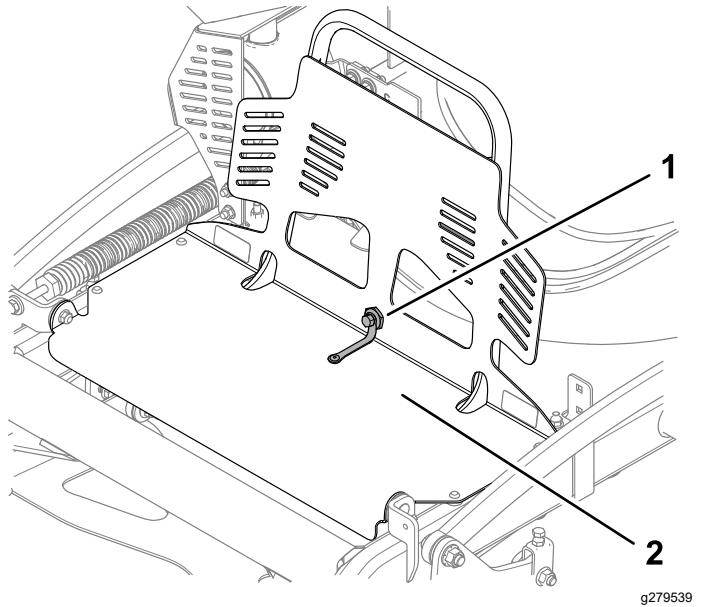

Figure 24
2. Fixez la protection du moteur à l'extension à l'aide du boulon et de l'écrou à épaulement, comme montré à la Figure 24.